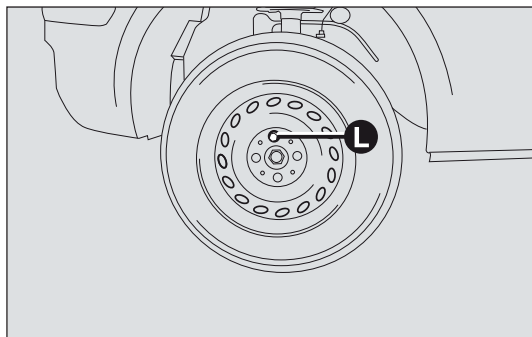

fig. 128
- ☐ montare la ruota di uso normale, inserendo il primo bullone L-fig. 128 nel foro vicino alla valvola di gonfiaggio;